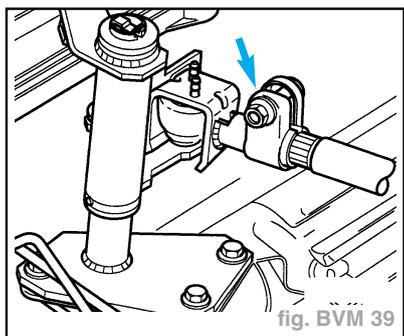

fig. BVM 39
- Défaire l'écrou du collier de serrage (flèche) (fig. BVM 39). La liaison entre la tige/le sélecteur doit se faire facilement.
- Serrer à **2 daN.m** l'écrou du collier et retirer le gabarit du levier de passage des vitesses (fig. BVM 39).